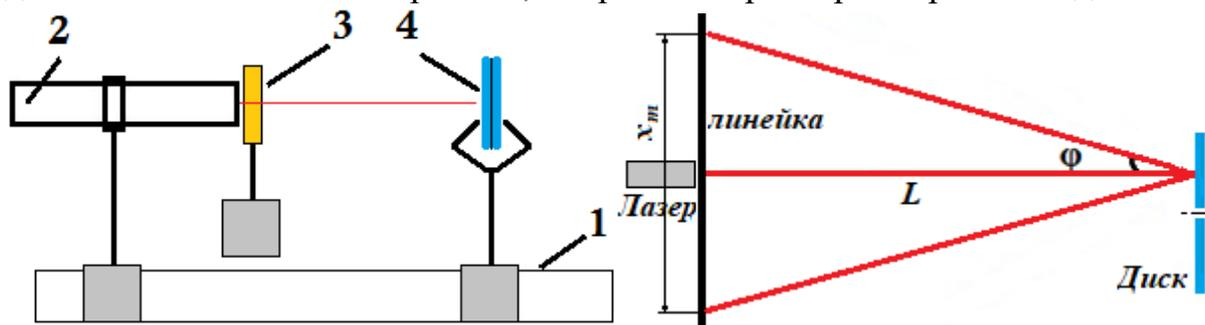

Рис.7.0.5. Схема установки. Вид сбоку и сверху
4. Используя линейку, определить расстояния  $x_m$  между центрами главных дифракционных максимумов  $\pm 1$ ,  $\pm 2$  порядков (рис. 7.0.5). Результаты внести в таблицу 1. Выключить лазер.